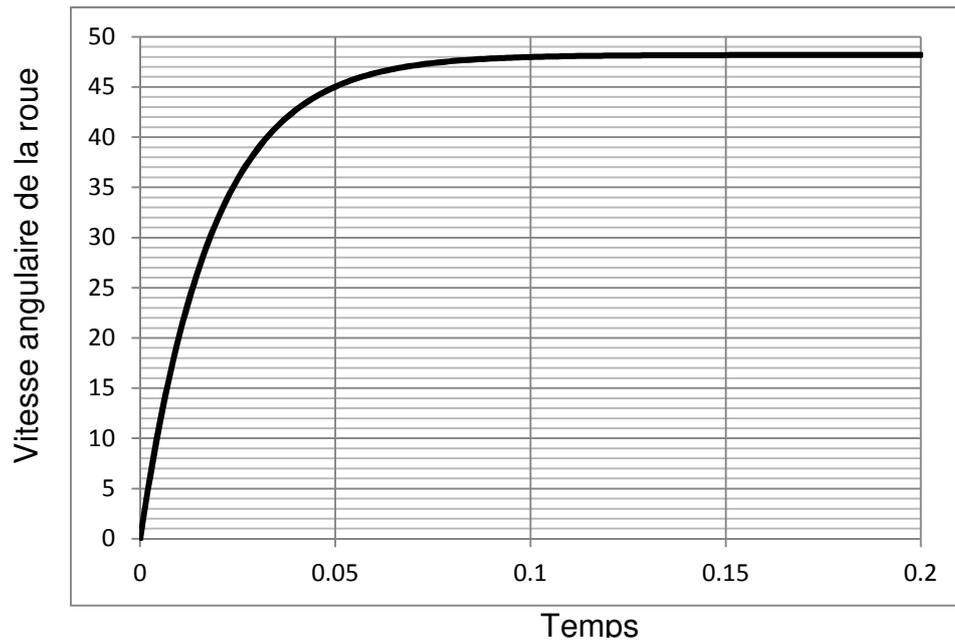

Fig1. Vitesse de rotation de la roue
La courbe de la fig1. est le résultat d'une simulation effectuée avec le modèle multi-physique du gyropode. La simulation a été réalisée en considérant une personne utilisant le gyropode ayant une masse de 70 Kg.
**Question I-3** Relever sur la fig. 1 précédente la valeur de la vitesse de rotation des roues en  $\text{rad.s}^{-1}$  du gyropode lorsque celui-ci atteint sa vitesse maximale. En faisant l'hypothèse d'un roulement sans glissement et sachant que les roues ont un diamètre de 6,5 pouces, soit 165,1 mm, en déduire la vitesse de translation du gyropode. Comparer cette valeur avec la valeur du constructeur. Conclure quant à l'exigence de vitesse maximale.